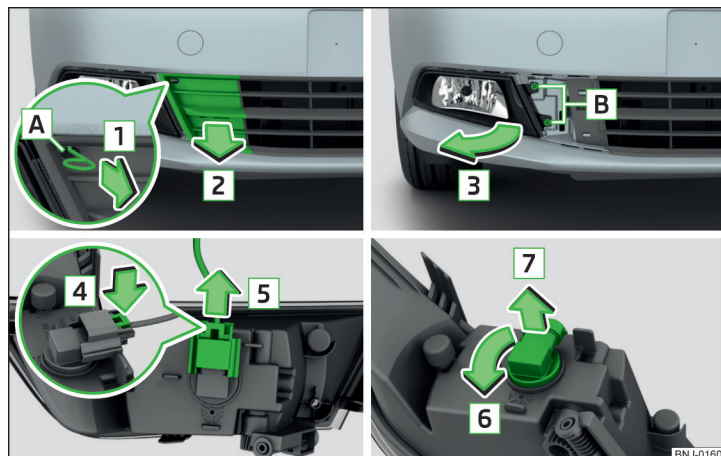

Fig. 213 Demontarea farului de ceață/Înlocuirea becului pentru farul de ceață
- Desprindeți grilajul de protecție prin tragerea de cârlig, în sensul săgeții **1** » fig. 213.
- Comprimați elementul de blocare de pe conector, în sensul săgeții **4** » fig. 213.
- › Introduceți farul de ceață în sens contrar săgeții **3** » fig. 213 și înșurubați-l.